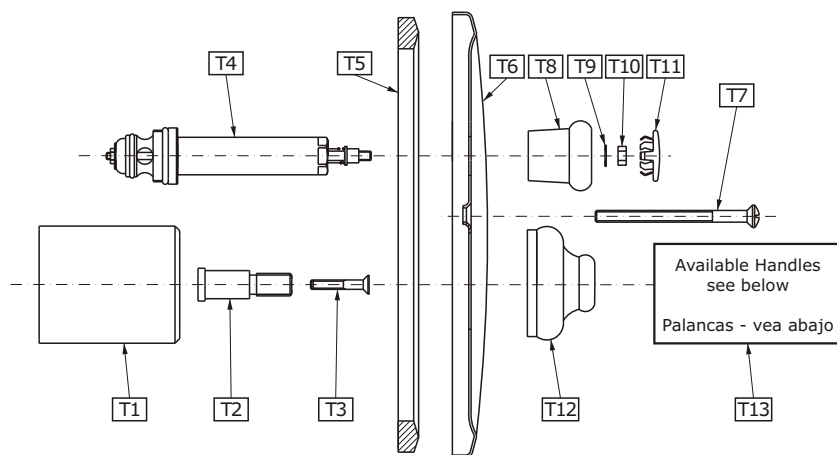

FIG. 2A
* - Handle depends on series also see fig. 2A, 2B, 2C & 2D
* - Las manillas dependen de la serie vea también fig. 2A, 2B, 2C y 2D